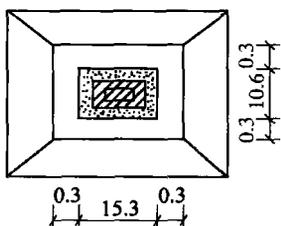
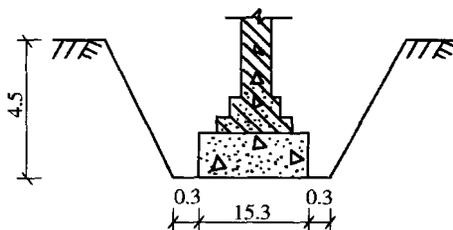

图 1-16 基坑平面图
图 1-17 基坑断面图 (单位:m)
**【例 16】** 某构筑物基础为满堂基础,其基坑采用矩形放坡,不支挡土板,留工作面 0.3m,其基坑示意图如图 1-16、图 1-17 所示,基础长宽方向的外边线尺寸为 15.3m 和 10.6m,挖深 4.5m,放坡按 1:0.5 放坡,人工开挖,试求其开挖的土方工程量。